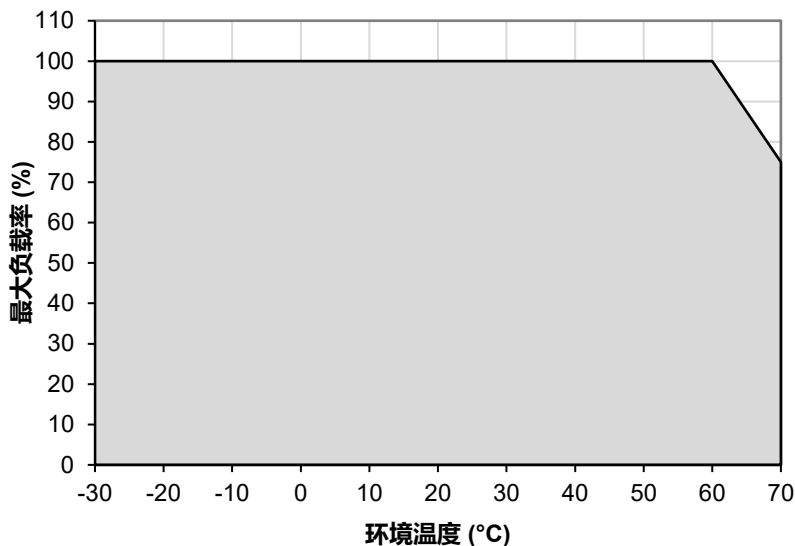

图. 1 垂直安装降额
1. 电源如持续在降额曲线以外区间使用，可能导致零部件降级或损坏，具体参照图 1。